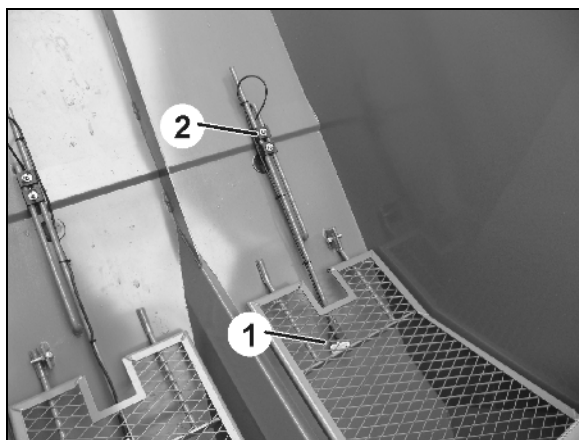

Fig. 61
7. Åbn injektorklappen (Fig. 61/1) på alle doseringsenheder.
Fare for at komme i klemme, når injektorklappen (Fig. 61/1) åbnes og lukkes!
Berør kun injektorklappen på kraven (Fig. 61/2), da der ellers er fare for personskader, hvis den fjederbelastede injektorklap klapper i (Fig. 61/1).
Stik aldrig med hænderne ind mellem injektorklappen (Fig. 61/1) og injektoren!
11. Vær særlig forsigtig ved lukning af injektorklappen (Fig. 61/1) (fare for at komme i klemme!).
13. Åbn injektorklappen (Fig. 61/1).